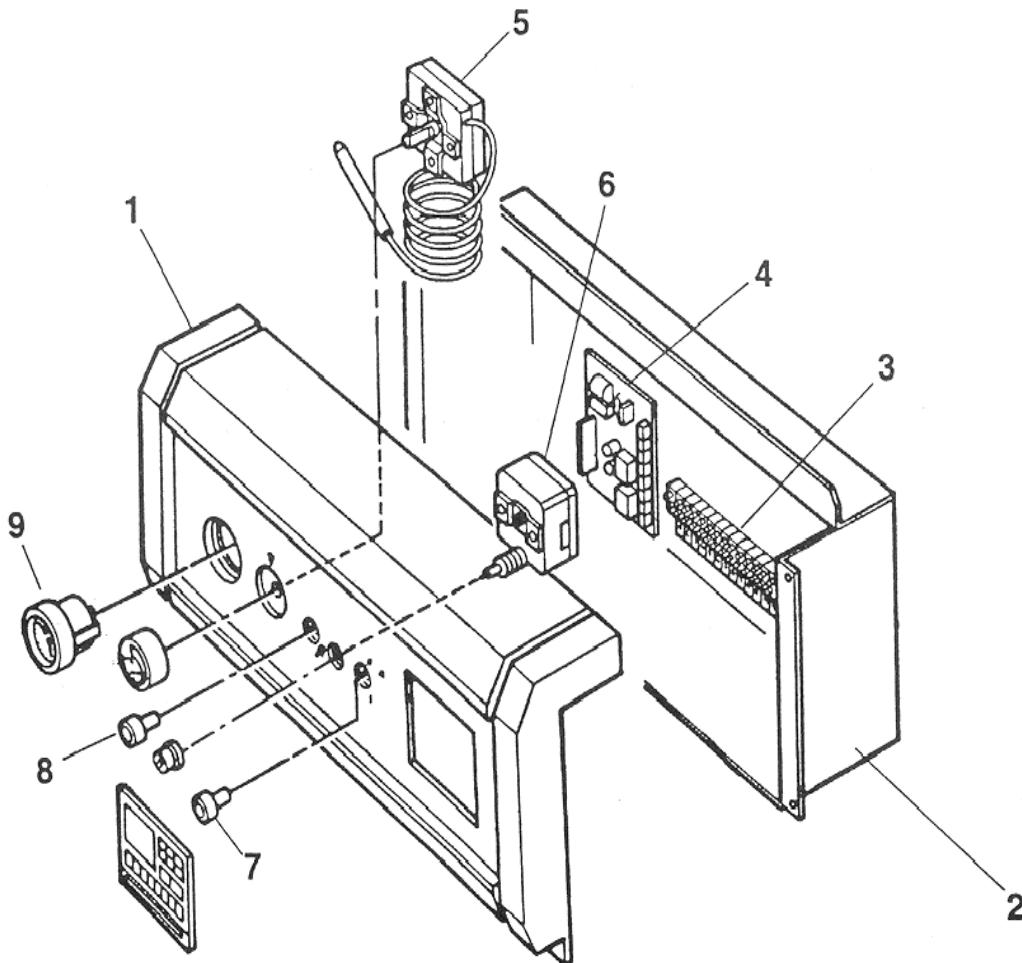

Fig. 5
**Atentie:** Umblati cu mare grija cu dispozitivul electronic de control al flacarii (nr. 4, fig. 5) si cu conexiunile sale.
#### 4.03 Vedere dezmembrata a panoului de comanda (fig. 5)